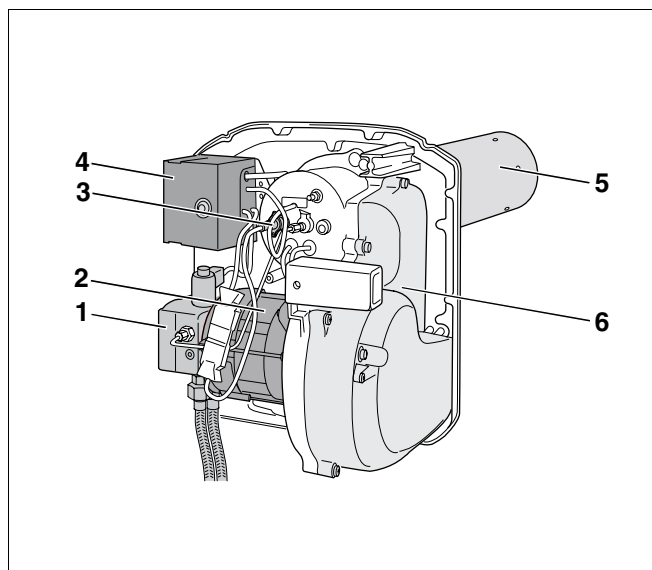

Fig. 1 Brûleur
- Tuyère du brûleur (fig. 1, **pos. 5**)
- Pompe fioul avec électrovanne et tuyaux de raccordement de fioul (fig. 1, **pos. 1**)
- Corps du brûleur (fig. 1, **pos. 6**)
- Moteur du brûleur (fig. 1, **pos. 2**)
- Coffret de contrôle du brûleur avec bouton de réarmement (fig. 1, **pos. 4**)
- Détecteur de flamme (fig. 1, **pos. 3**)